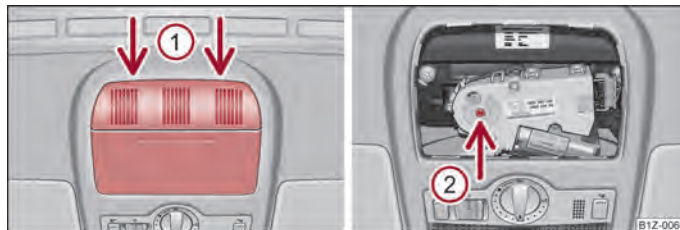

Fig. 23 Imagine din plafon: Puncte de amplasare a șurubelniței/Orificiul pentru amplasarea cheii
- Așezați o șurubelniță cu capătul plat în partea din spate a capacului pentru mecanismul electric, în locul săgeții **1** ⇒ fig. 23.
- Introduceți o cheie hexagonală nr. 4, până la limită, în orificiul indicat de săgeata **2** și închideți, respectiv deschideți trapa/plafonul glisant ⇒ fig. 23.